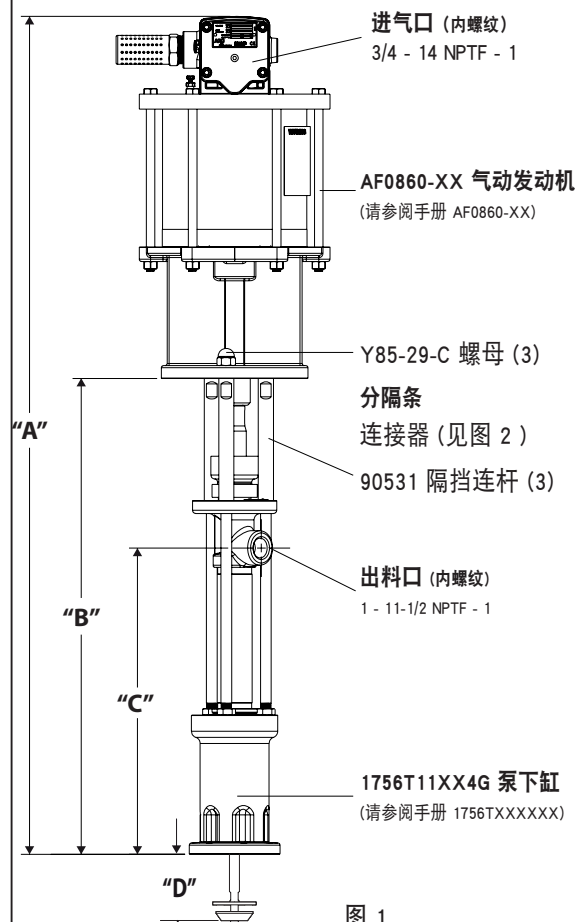

图 1
- Удалите три гайки (Y85-29-C) из трех (90531) распорные стержни (см. рисунок 1).